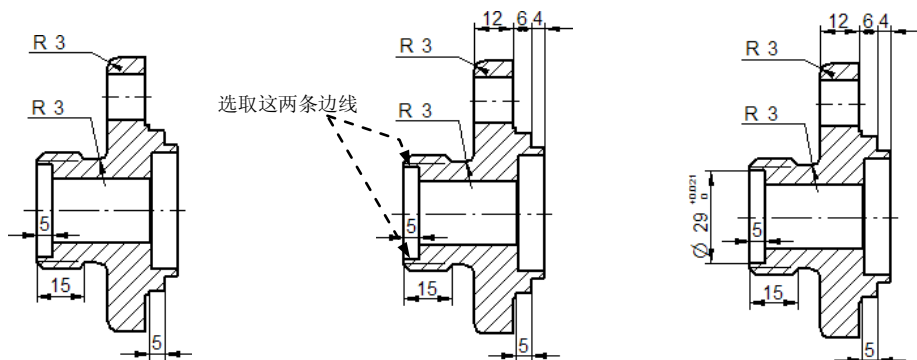

图 8.13.11 标注剖面视图 A-A 尺寸 图 8.13.12 标注间距尺寸 图 8.13.13 标注直径尺寸 29
Step3. 标注剖面视图 A-A 的尺寸。单击 **主页** 选项卡 **尺寸** 区域中的  命令，确认“智能尺寸”命令条中的“启用前缀”按钮  处于弹起状态，标注图 8.13.11 所示的尺寸。